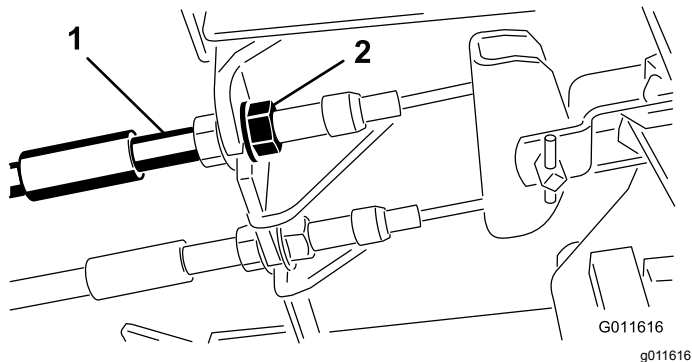

Figura 61
1. Para reducir la holgura de los pedales de freno, apriete los frenos aflojando la tuerca delantera del extremo roscado del cable de freno (**Figura 61**).